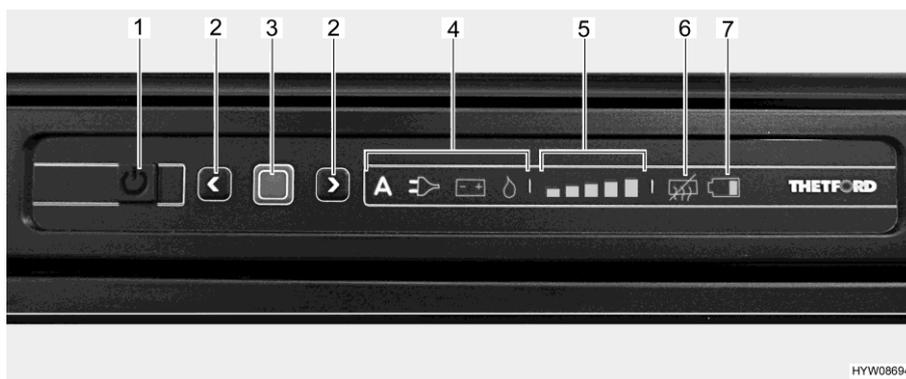

Fig. 242 Panneau de commande DEL (réfrigérateur Thetford)
- Appuyer sur la touche Marche/Arrêt (Fig. 242,1) pendant 1 seconde. La touche s'allume en vert. L'affichage devient plus sombre pour des raisons d'économie d'énergie au bout d'env. 10 secondes.
- Appuyer sur la touche de confirmation (Fig. 242,3). Le dernier mode de fonctionnement qui a été choisi est affiché.
- Appuyer sur la touche de confirmation (Fig. 242,3) pendant env. 2 secondes. Les symboles des modes de fonctionnement clignotent.
- Sélection manuelle d'énergie : Sélectionner la source d'énergie désirée avec les touches fléchées (Fig. 242,2).
- Sélection automatique d'énergie (uniquement sur le modèle à sélection automatique d'énergie) : Sélectionner le mode de fonctionnement "A" avec les touches fléchées (Fig. 242,2).
- Confirmer la sélection avec la touche de confirmation (Fig. 242,3).
- Appuyer de nouveau sur la touche de confirmation (Fig. 242,3). L'affichage du degré de réfrigération (Fig. 242,5) clignote.
- Pour changer le réglage, appuyer sur les touches fléchées (Fig. 242,2) jusqu'à ce que le réglage désiré soit affiché.
- Appuyer sur la touche Marche/Arrêt (Fig. 242,1) pendant env. 2 secondes. Toutes les lampes s'éteignent. Le réfrigérateur est coupé.
Lorsque le réfrigérateur est mis en marche, il choisit automatiquement le dernier réglage du thermostat qui a été choisi. Ce réglage peut cependant être corrigé manuellement à l'aide des touches fléchées (Fig. 242,2). Il faudra attendre quelques heures jusqu'à ce que le réfrigérateur ait atteint sa température normale de réfrigération. Le réglage du thermostat est conservé en cas de commutation sur un autre mode de fonctionnement.